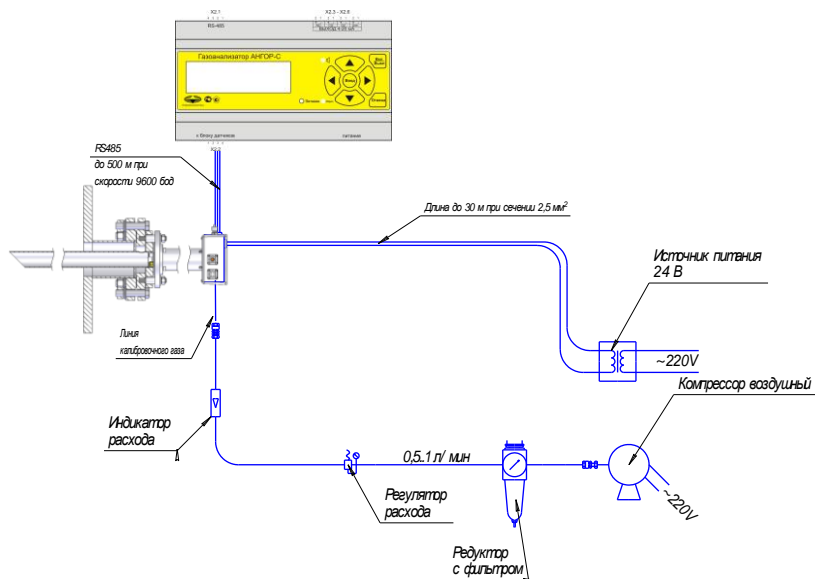

Рисунок 2 - Схема монтажа газоанализатора Ангор-С
2.2.1.1 Монтаж блока датчиков совместно с пробоотборным зондом производится в соответствии со «Схемой монтажа блока датчиков» (Рисунок 2) на стенке газохода при помощи фланца, расположенного на блоке датчиков. **При выборе места монтажа блока датчиков необходимо руководствоваться тем, чтобы не допускать залива сенсоров блока датчиков конденсатом, который может выпасть на пробоотборном зонде** (например, при розжиге котла, когда газоанализатор выключен). Конкретные размеры фланца и длина зонда определяются условиями эксплуатации и требованиями пользователя,